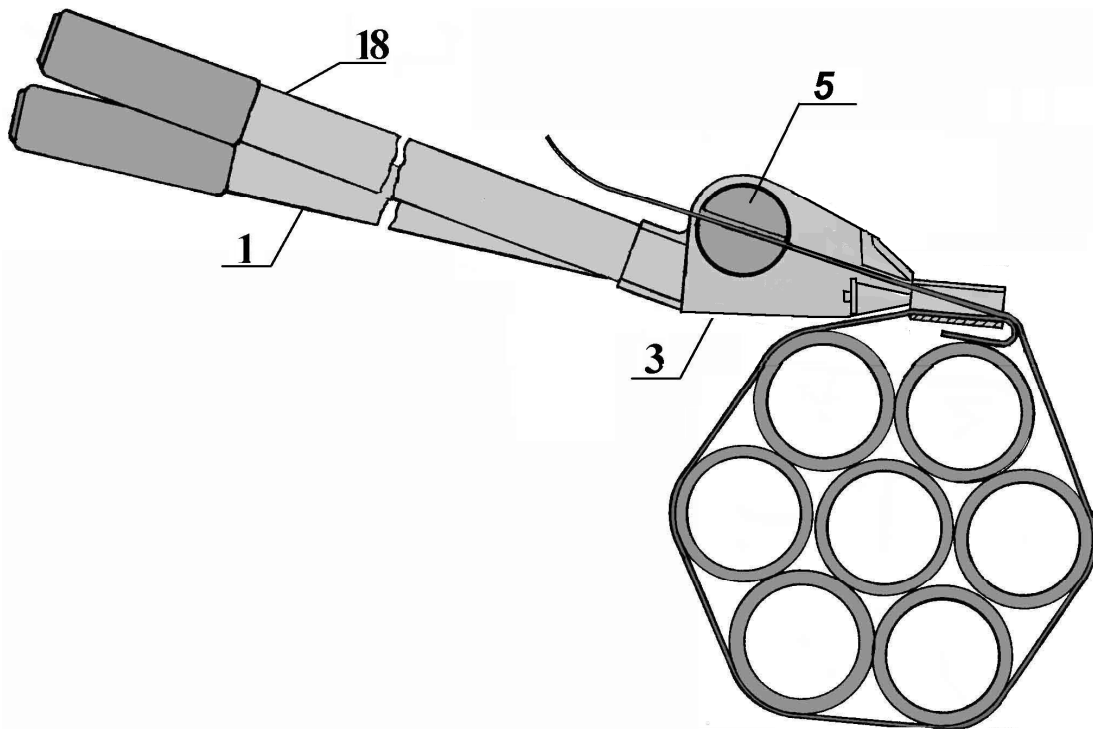

Рис. 3
5.2. Обтяните упаковываемый объект металлической лентой. Проденьте нижний конец ленты через скрепу и загните его так, как показано на рис. 3, 4. Верхний конец ленты проденьте через скрепу и потяните за него, выбрав провисшую вокруг объекта ленту. Чтобы лента не выскользнула назад из скрепы, конец её слегка отогните вверх за скрепой.